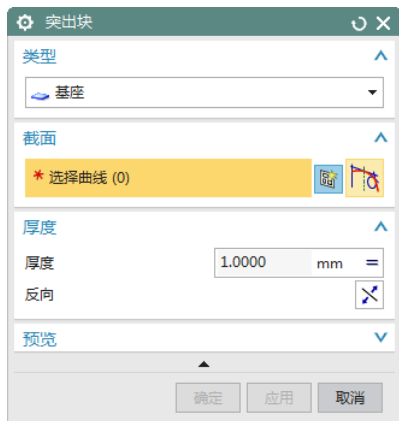
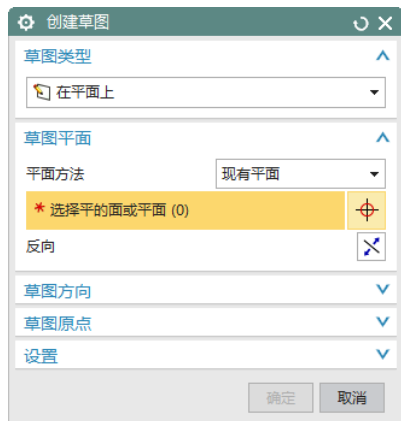
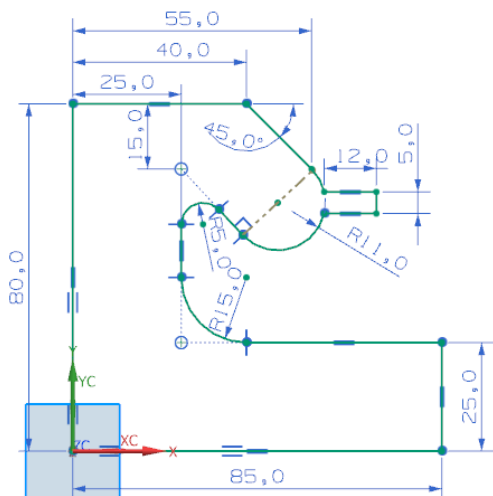
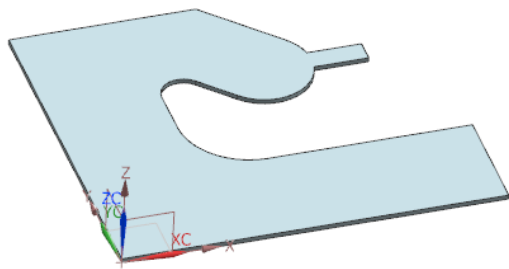

图 4-103 “突出块”对话框
图 4-104 “创建草图”对话框
图 4-105 绘制草图
图 4-107 创建突出块特征
(1) 选择“菜单(M)”→“插入(S)”→“突出块(B)”, 或者单击“主页”选项卡“基本”面组上“突出块”按钮 , 打开如图 4-103 所示的“突出块”对话框。
(2) 在如图 4-103 所示对话框中的“类型”下拉列表框中选择“基座”, 单击“绘制截面”按钮 , 打开如图 4-104 所示的“创建草图”对话框。
(3) 在如图 4-104 所示的对话框中, 选择 XC-YC 平面为草图绘制面, 设置“水平”面为参考平面, 单击 **<确定>** 按钮, 进入草图绘制环境, 绘制如图 4-105 所示的草图。
(5) 在如图 4-104 所示对话框中, 单击 **<确定>** 按钮, 创建突出块特征, 如图 4-107 所示。